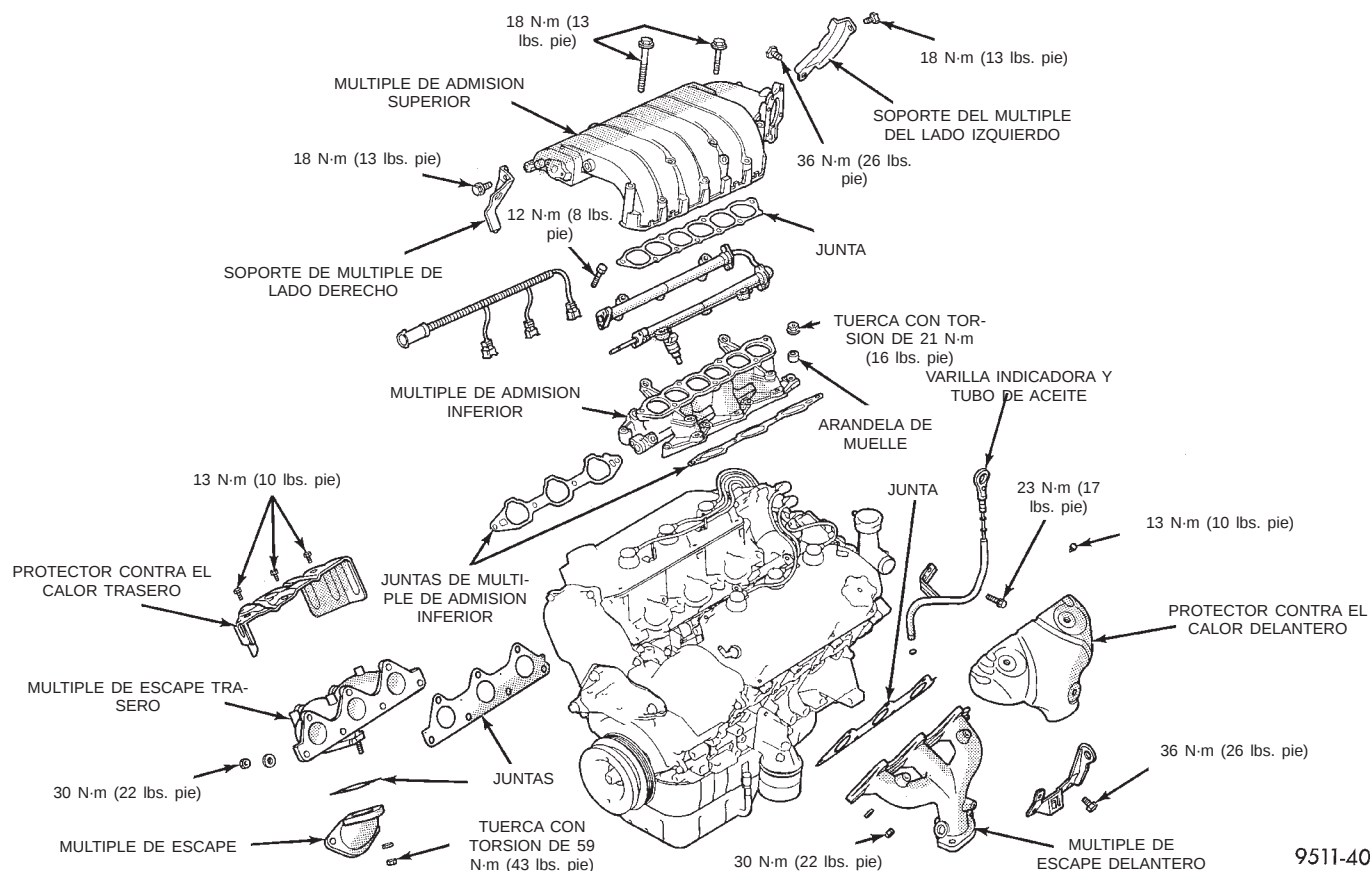
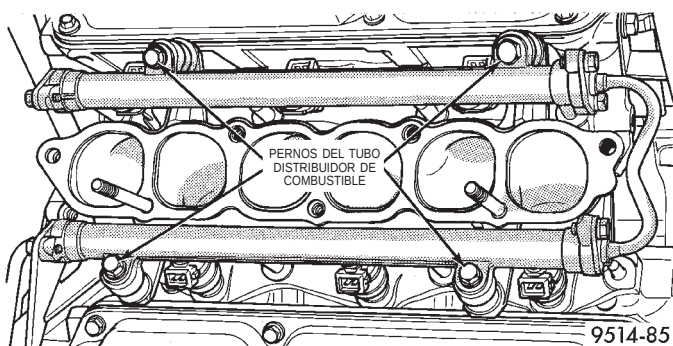

Fig. 28 Tubos múltiples de admisión y escape—motor 2.5L
Fig. 36 Fijación del tubo distribuidor de combustible
(15) Retire los 7 pernos que sostienen la cámara plena de admisión superior y retire la cámara plena (Fig. 28).
(16) Desconecte los conectores eléctricos de los inyectores de combustible.
(17) Retire los 4 pernos que sostienen el tubo distribuidor de combustible (Fig. 36).
(4) Retire el soporte de la bomba de dirección asistida. Para informarse sobre el procedimiento, consulte el grupo 19, Dirección.
(5) Retire las tuercas que fijan el múltiple trasero a la culata de cilindros y retire el múltiple.
(6) Baje el vehículo y retire los tornillos que fijan el protector contra el calor delantero al múltiple delantero (Fig. 28).